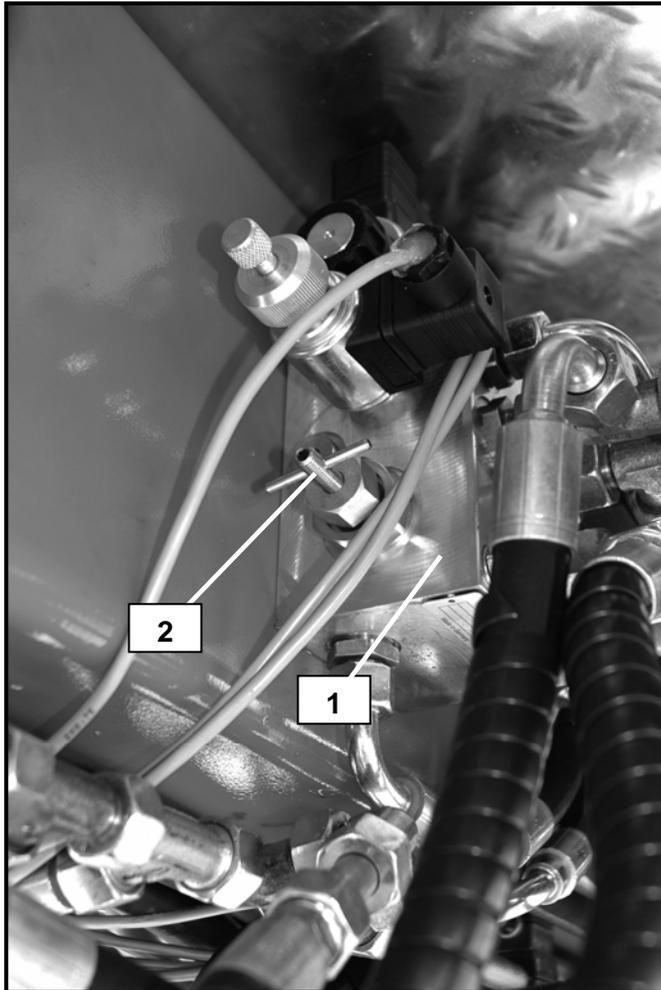

Abbildung 17
Die Hydraulik des Schwaders muss an die Schlepperhydraulik angepasst werden. Diese Anpassung erfolgt am Hydraulikventilblock (1) (Abbildung 17).
- Stellschraube (2) am Hydraulikventilblock (1) ganz eindrehen (Abbildung 17).